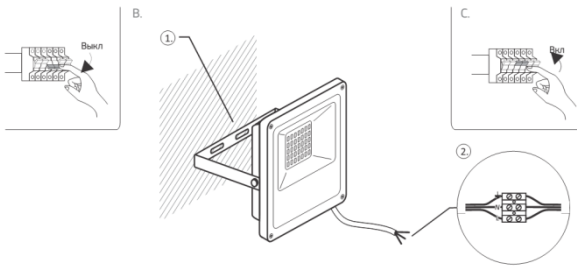

Рис.9
- 5.2. Перед монтажом к существующей силовой группе 220 V, отключите питание на щите, путем отключения автоматического выключателя этой группы (Рис. 9-А).
- 5.3. Установите прожектор на поверхности при помощи скобы с крепежными отверстиями (Рис. 9-В-1). Отрегулируйте угол наклона прожектора винтами осевого крепления на корпус.
- 5.4. Подсоедините провода питания к клемме прожектора Geniled (Рис. 9-В-2).
- 5.6. Включите питание на щите, путем включения автоматического выключателя этой группы (Рис. 9-С).